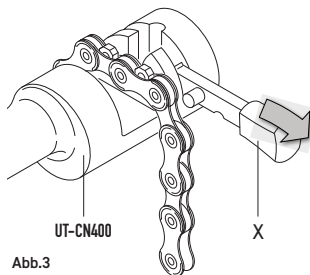

Abb.3
- Das Werkzeug **UT-CN400** wie in (X) **Abb. 3** gezeigt positionieren.
- Das Kettenglied, das geöffnet werden soll, in das Werkzeug **UT-CN400** (**Abb. 3**) einsetzen und dabei darauf achten, dass am Ende ein Innenglied zu liegen kommt;